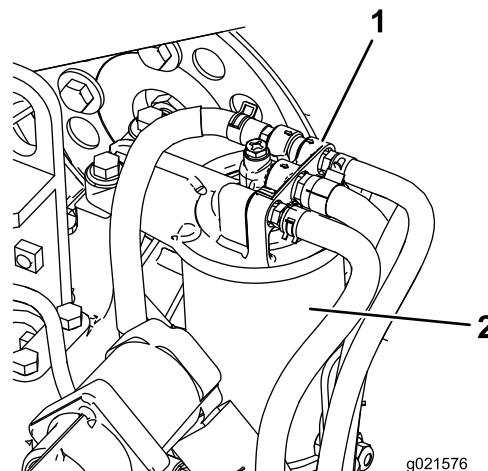

Bild 79
1. Reinigen Sie den Bereich um den Kraftstofffilterkopf (Bild 79).
2. Entfernen Sie den Filter und reinigen Sie die Befestigungsfläche des Filterkopfes (Bild 79).